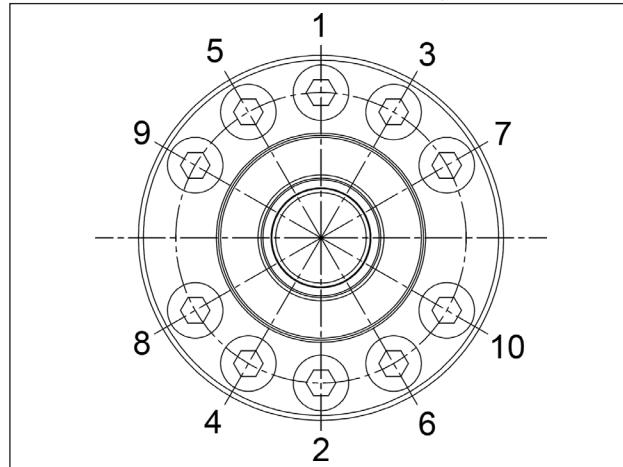

Fig. 130
- ** Los tornillos de fijación de los soportes deben ser ajustados respetando las secuencias y el orden indicado en el esquema de la Fig. 130.